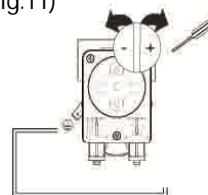

Fig.11
- 2- Aprire avvitando in senso orario fino al raggiungimento della quantità specifica necessaria. (Fig.11)